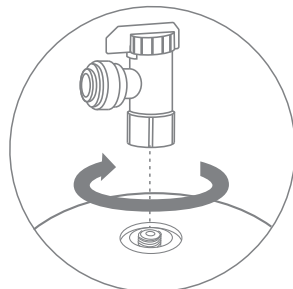

Рис. 26
3. Удалите транспортную заглушку, которая закрывает резьбовой штуцер подключения воды, проверьте наличие уплотнительной шайбы у основания штуцера. Накрутите вентиль на резьбовой штуцер бака, используя идущую в комплекте уплотнительную шайбу (рис. 26). Запрещается применение дополнительных уплотнительных материалов, таких как фум-лента, сантехнический лен, герметик.